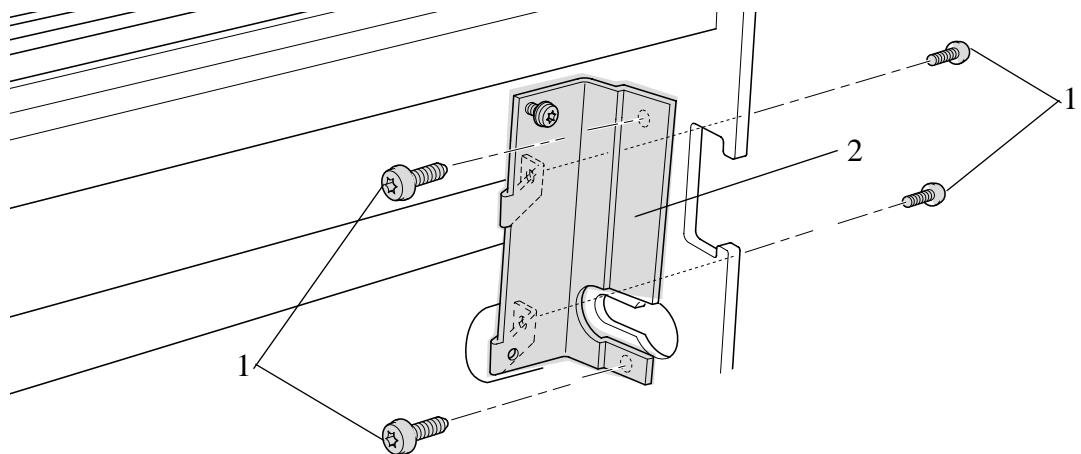

図 74: 右エレクトロニクス モジュール マウント
- 5 右側エレクトロニクス モジュール マウント (部品2) を右側シャーシに固定している4本のT-15のネジ (部品1) を取り外します (図74参照)。